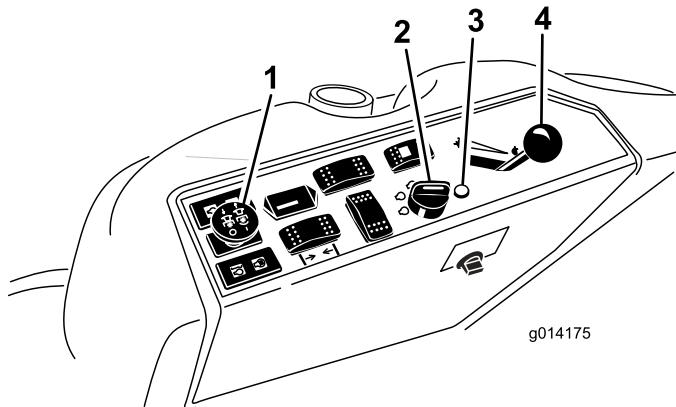

Figura 11
- Mueva el mando de la toma de fuerza (TDF) a la posición Desengranada (Figura 11).
- Ponga la palanca del acelerador en un punto intermedio entre las posiciones Lento y Rápido (Figura 11).